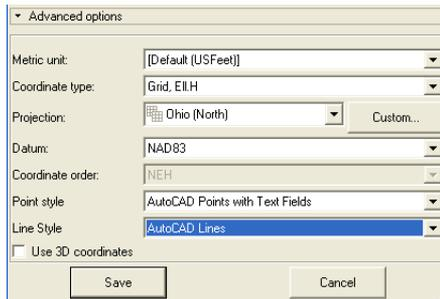

Abbildung B-14. Auswählen der erweiterten Optionen
2. Klicken Sie auf **Weitere Optionen**. Geben Sie die für die Umwandlung erforderlichen Parameter ein (Abbildung B-14):